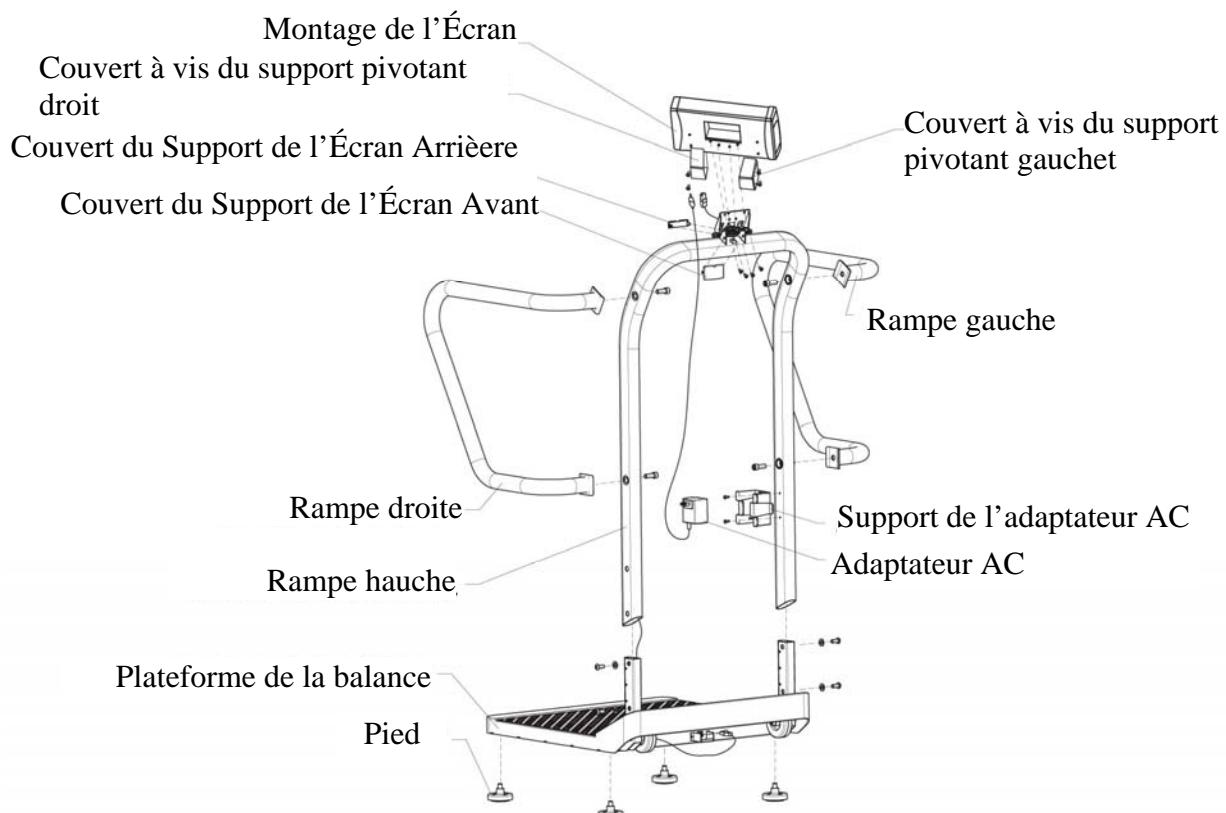

Figure 2
2. Situez et prenez la rampe centrale. Trouvez le câble de la cellule de charge, situé au bas de la rampe centrale. Détachez-le et tirez le par le bas (voir Figures 2 et 3 aux pages 9 & 10).
3. Positionnez la rampe centrale par dessus les supports de la rampe sur la plateforme et faites entrer le câble à travers le trou du support de la rampe situé sur la rampe droite dans la plateforme. Assurez-vous de ne pas pincer le câble. (voir Figures 2, 3 et 7 aux pages 9, 10, & 11).
8. Tirez l'excès de câble à travers le sommet de la rampe centrale (voir Figure 2 à la page 9).
9. Faites passer les (4) pieds sous la plateforme. Chacun des pieds devrait être complètement serré à main. Une fois serré, faites reculer les pieds de 1-1/2 tours complets. Ceci permet un bon fonctionnement de la cellule de charge pour la précision de la balance (voir Figure 2 et 7 aux pages 9 & 11).
12. Positionnez l'affichage près du support de l'affichage. Branchez le connecteur du câble de la cellule de charge dans le port de la cellule de charge à l'arrière du montage de l'écran. (voir Figures 2 et 6 aux pages 9 & 11).
17. Attachez les couverts des supports avant et arrière de l'écran en appliquant une légère pression en mettant les couverts en place (voir Figure 2 à la page 9).